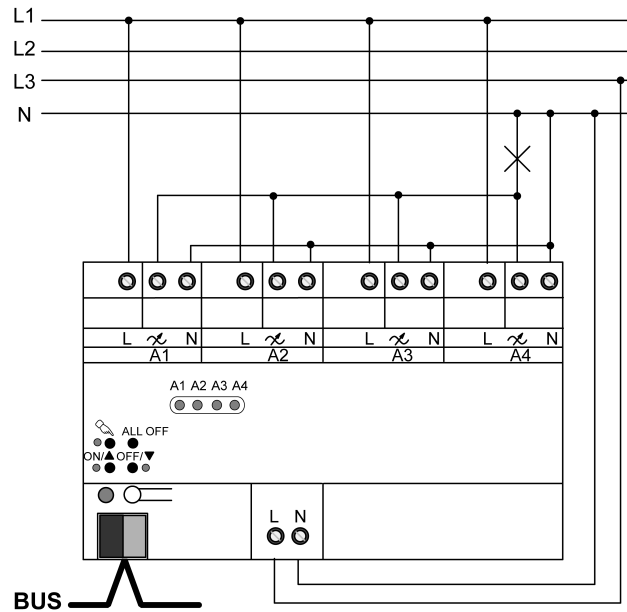

Figura 5: Collegamento in parallelo di uscite di regolazione della luminosità - esempio di collegamento
- Collegare l'apparecchio secondo lo schema esemplificativo (Figura 5).